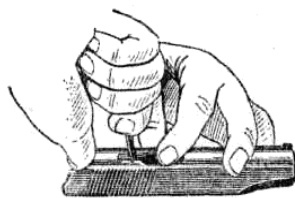

Рис. 80. Присоединение выбрасывателя к затвору
2. **Присоединить выбрасыватель к затвору** (рис. 80). Положить затвор на стол (скамейку), правой рукой вставить в гнездо затвора пружину выбрасывателя с гнетком (гнетком наружу). Поставить